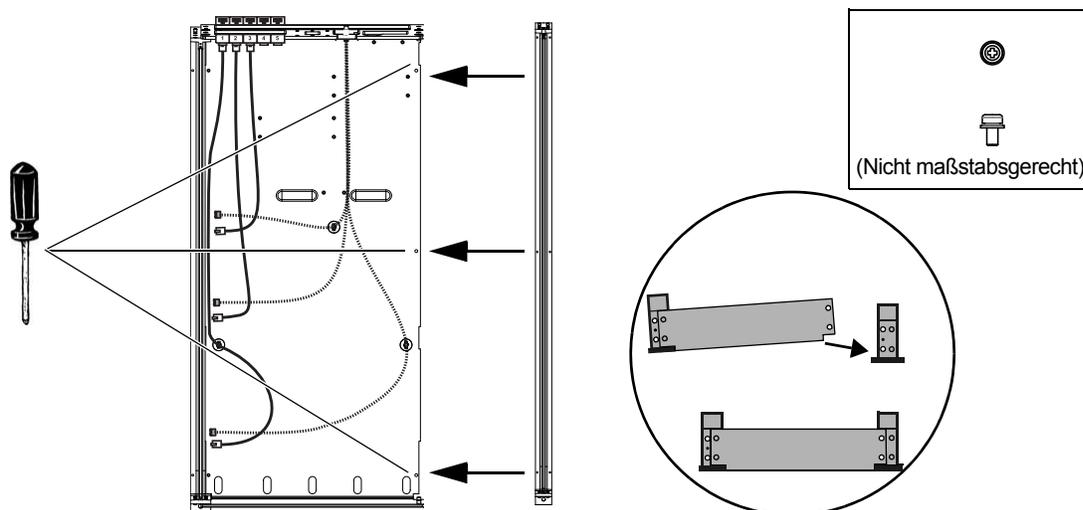

Abbildung 14. Befestigen der äußeren Seitenwand an der Chassis-Bodenplatte, Draufsicht (links) und Frontalansicht (rechts unten)
- 2 Befestigen Sie die Seitenwand mit den drei Phillips-Schrauben No. 1 an der Chassisbodenplatte des äußerst rechten Chassis. Die rechte Kante der Chassisbodenplatte wird *auf* der linken Kante der Seitenwand platziert, wie in Abbildung 14 abgebildet.